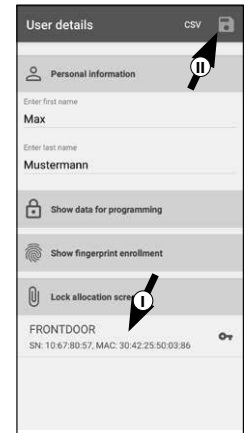

Abb. 73
- Weisen Sie danach einen Zylinder zu, indem Sie ihn in der Liste der bereits registrierten Zylinder (I) (Abb. 73) antippen und speichern Sie Ihre Einstellungen durch Antippen des Diskettensymbols oben rechts (II) (Abb. 73).